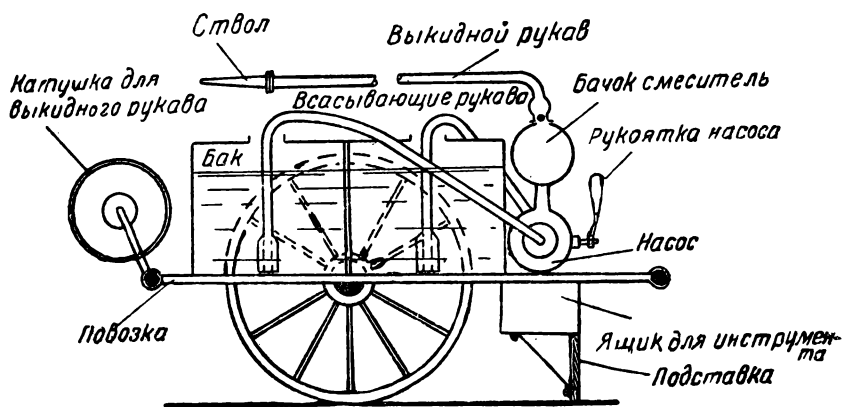

Рис. 29. Пеногон завода «Тремас».
**Пеногон** (рис. 29). Пеногон состоит из цистерны (разделенной на две части), ручного поршневого насоса, коллектора, катушки и двухколесного хода (тип пеногона гос. завода «Тремас»).